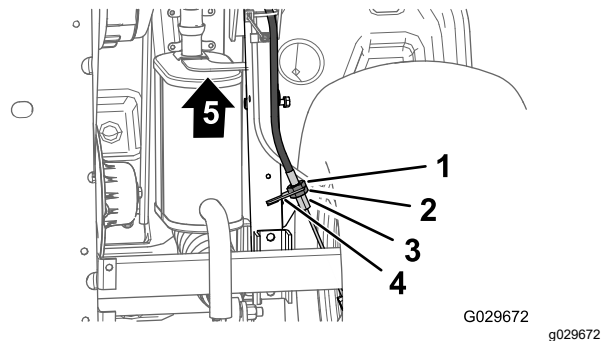

Figura 51
3. En la parte inferior de la máquina, afloje 4 vueltas la contratuerca trasera del ajustador roscado del cable del freno de estacionamiento (Figura 51).
4. Apriete la contratuerca delantera (Figura 51).
- A. Afloje 1 vuelta la contratuerca delantera (Figura 51) del ajustador roscado del cable del freno de estacionamiento.
- B. Apriete la contratuerca trasera (Figura 51).
- A. Afloje 1 vuelta la contratuerca trasera (Figura 51) del ajustador roscado del cable del freno de estacionamiento.
- B. Apriete la contratuerca delantera (Figura 51).